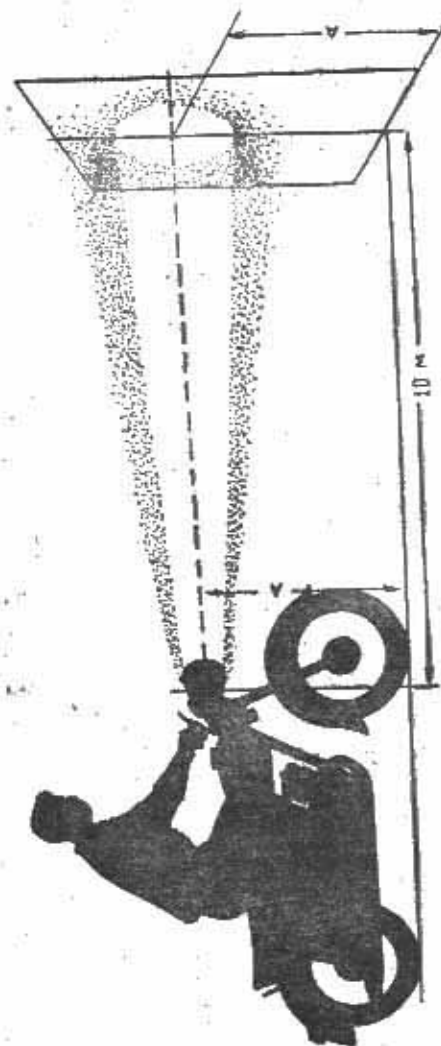

Рис. 19. Регулировка света фары.
- закрепить фару в положении, когда ось пучка дальнего света горизонтальна, т. е. центр светового пятна на экране и центр фары находятся на одинаковом расстоянии от пола или земли (рис. 19).